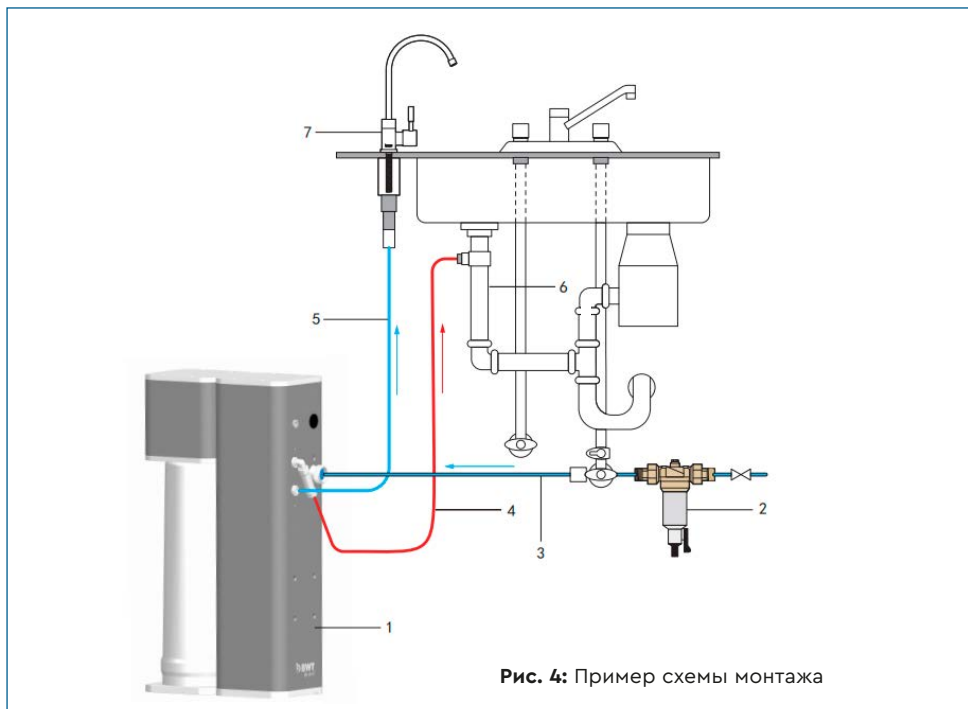

Рис. 4: Пример схемы монтажа
Соединение с водопроводной трубой (Рис. 4)
- Устройство обратного осмоса должно быть подсоединено к шлангам (см. схему монтажа на Рис. 4) и подключено к розетке.